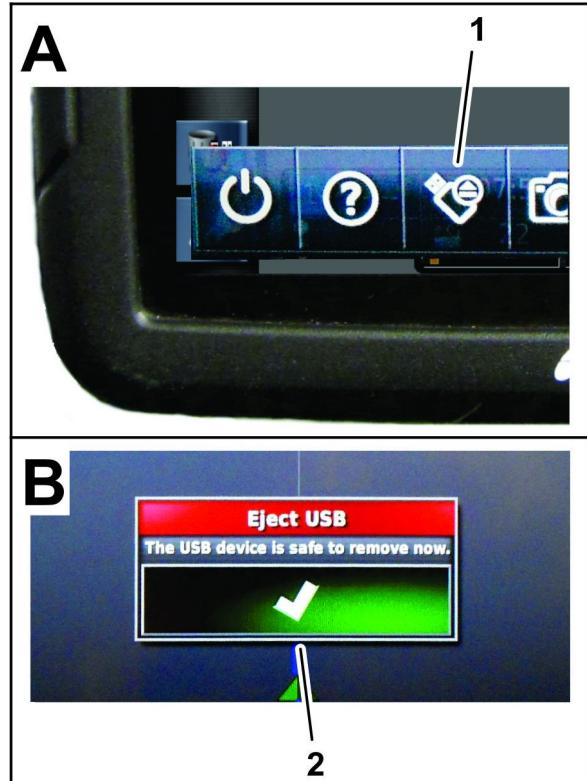

图 23
4. 从控制台屏幕底部向上滑动可访问浮动菜单栏图 23。
5. 按弹出 USB 图标图 23。
6. 在弹出 USB 对话框中按“确认”图标然后从控制台中取出 USB 存储器图 23。